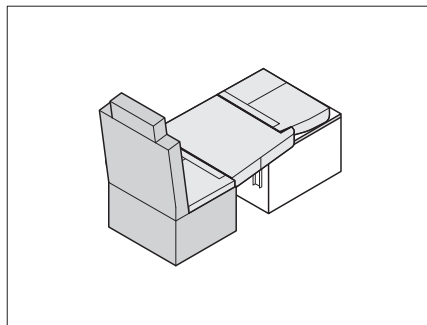

Bild 231 Sitzpolster positionieren
- Sitz- und Zusatzpolster wie in Bild 231 gezeigt auf den abgesenkten Tisch auflegen.